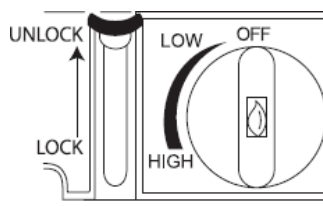

Fig. 1
- Tournez le bouton d'allumage sur la position «OFF» et réglez le levier de la cartouche sur «UNLOCK». (Fig. 1)